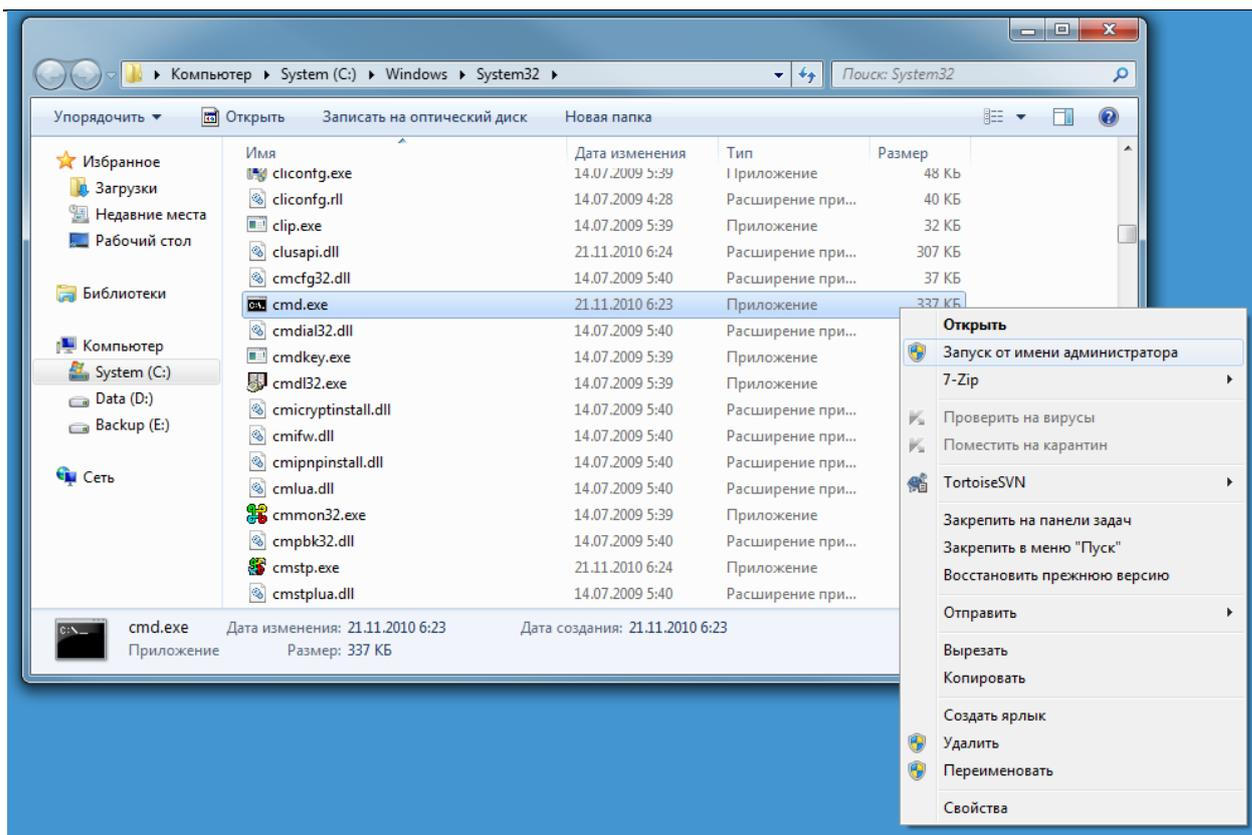

Рис. 304 – Запуск cmd.exe.
1. Запустить программу **cmd.exe**, расположенную в C:\Windows\System32. Пользователь, запускающий программу должен обладать правами, позволяющими редактировать реестр Windows. Если запуск производится из ОС Windows Vista/Windows 7, то запуск должен быть с правами администратора. (Рис. 304)
1. Запустить программу **cmd.exe**, расположенную в C:\Windows\System32. Пользователь, запускающий программу должен обладать правами, позволяющими редактировать реестр Windows. Если запуск производится из Windows 7, то запуск должен быть с правами администратора. (Рис. 304)